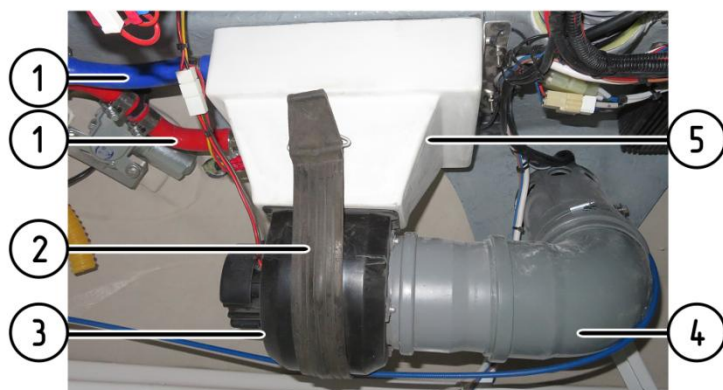

Рисунок IV-5
6) Отсоедините патрубки от радиатора-отопителя (слева) (Рисунок IV-5).